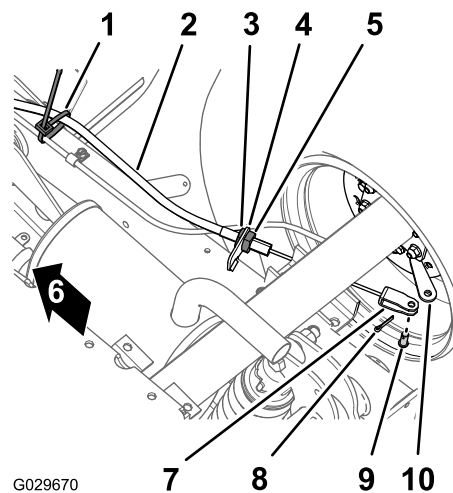

Figura 43
1. Sulla parte inferiore della macchina, rimuovete la fascetta per cavi che fissa il cavo del freno di stazionamento alla linea del freno di servizio (Figura 43).
2. Contrassegnate una striscia di rotazione sul controdado anteriore per il cavo del freno di stazionamento (Figura 43).
3. Allentate il controdado posteriore e rimuovete il cavo dalla staffa del cavo del freno (Figura 43).
4. Togliete la coppiglia e il perno con testa che fissano l'uncino del cavo del freno di stazionamento alla leva di azionamento del freno e separate il cavo dalla leva (Figura 43).
1. Disponete il regolatore filettato del cavo del freno di stazionamento sulla staffa del cavo del freno e l'uncino sulla leva di azionamento del freno (Figura 43).
3. Allineate il regolatore filettato del cavo del freno di stazionamento alla staffa del cavo del freno e serrate il controdado posteriore (Figura 43).